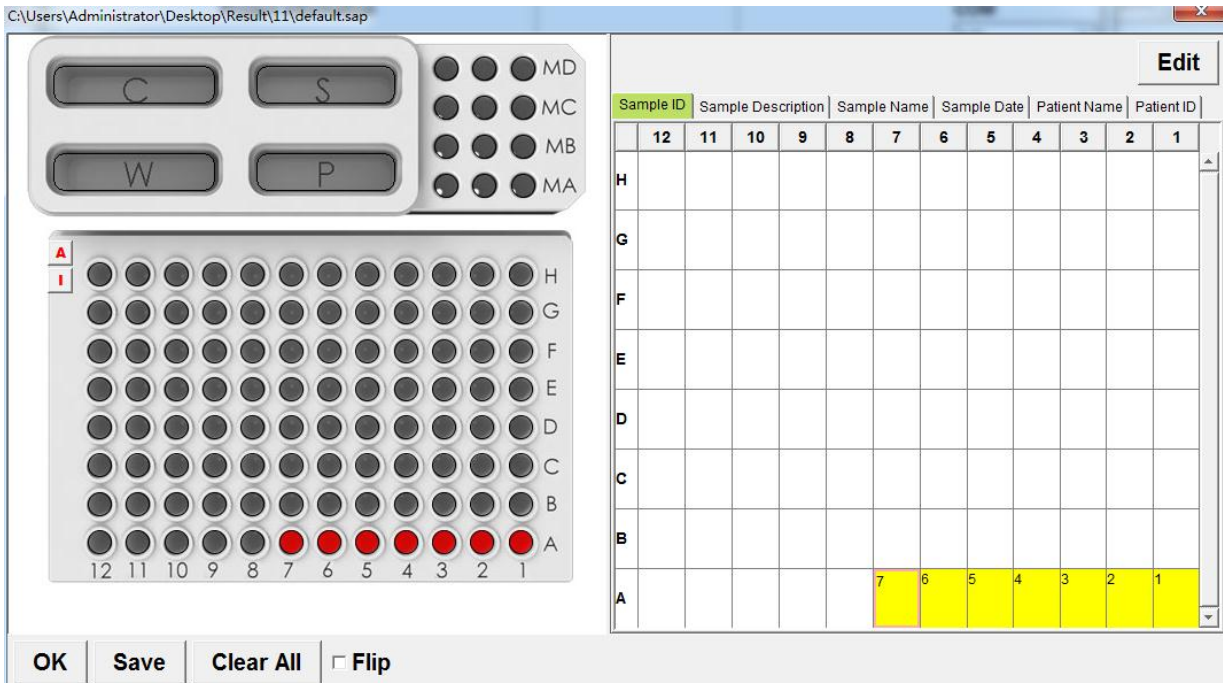

图 15 样品位置选择
(1) 单击 Sample Position 下方的空白格 (A)，弹出 96 孔盘模拟图 (图 15)，于左侧选择所放样品位置，可单选，也可点击右侧 A-H 或下方 01-12 坐标以直接选取一行或一列，双击右侧相应位置处输入样品信息 (Sample ID)，设置完成后点击 OK；